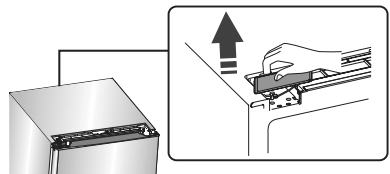

Figure 4
- 5 Relevez le couvercle du commutateur à lames et sortez-le de l'armoire réfrigérante (voir Figure 4).